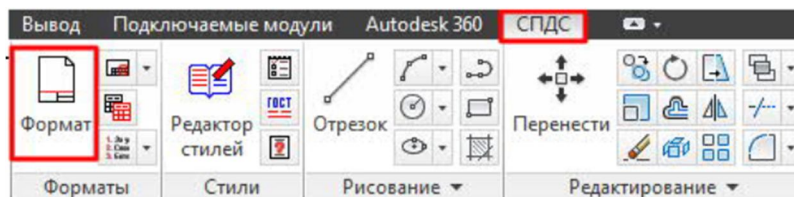

Рисунок 8.11 – Вкладка СПДС
11. Активувати додаткову надбудову програми AutoCAD СПДС (рис. 8.11), створити основний напис автоматично – шаблон аркуша робочого креслення портретний, А4.